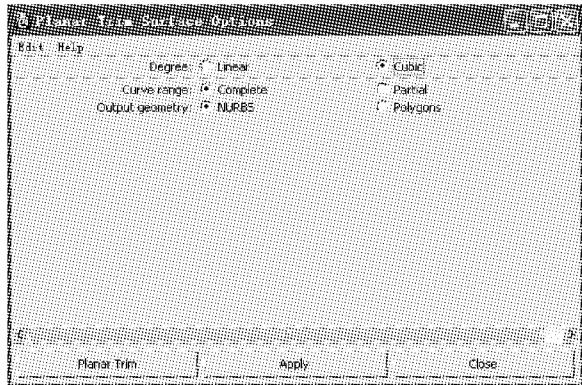

图 3-24 参数设置
- (3) 在弹出的 Planar Trim Surface Options 对话框中, 设置平面参数, 如图 3-24 所示。